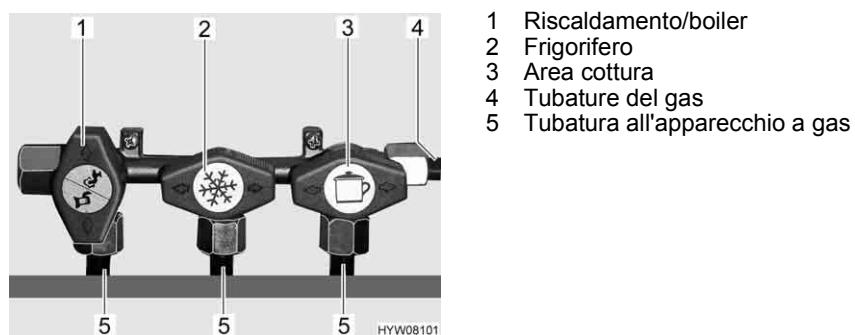

Fig. 86 Simboli dei rubinetti di arresto del gas
Nel veicolo, tutti gli apparecchi del gas sono dotati di un rubinetto di arresto del gas (Fig. 86).
- Posizionare il rubinetto di arresto del gas dell'apparecchio a gas corrispondente parallelamente (Fig. 86,1) alla tubatura (Fig. 86,5) che alimenta l'apparecchio a gas.
- Posizionare il rubinetto di arresto del gas dell'apparecchio a gas corrispondente trasversalmente (Fig. 86,2 e 3) alla tubatura (Fig. 86,5) che alimenta l'apparecchio a gas.